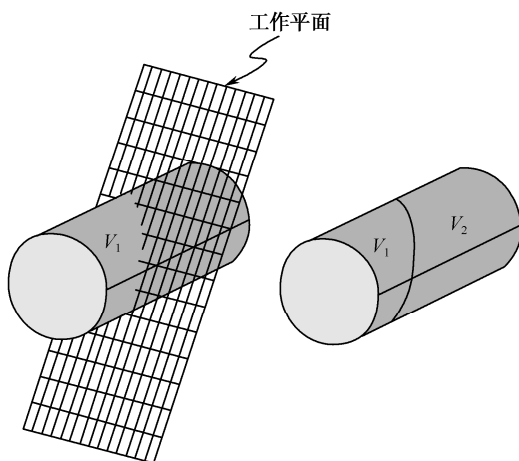

图 2-22 工作平面分割体示意图
(10) 工作平面分割体：生成两个体，其示意图如图 2-22 所示。